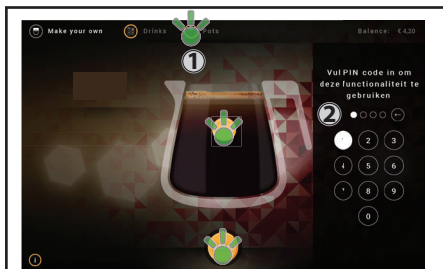

Fig. 4.9 - "Kanner"
1. Trykk på det øvre høyre ikonet "Kanner" **(1)** på berøringsskjermen når automaten er i leveringsmodus (fig. 4.9).
2. Tast inn PIN **(2)**, dersom dette er påkrevd (fig. 4.9).